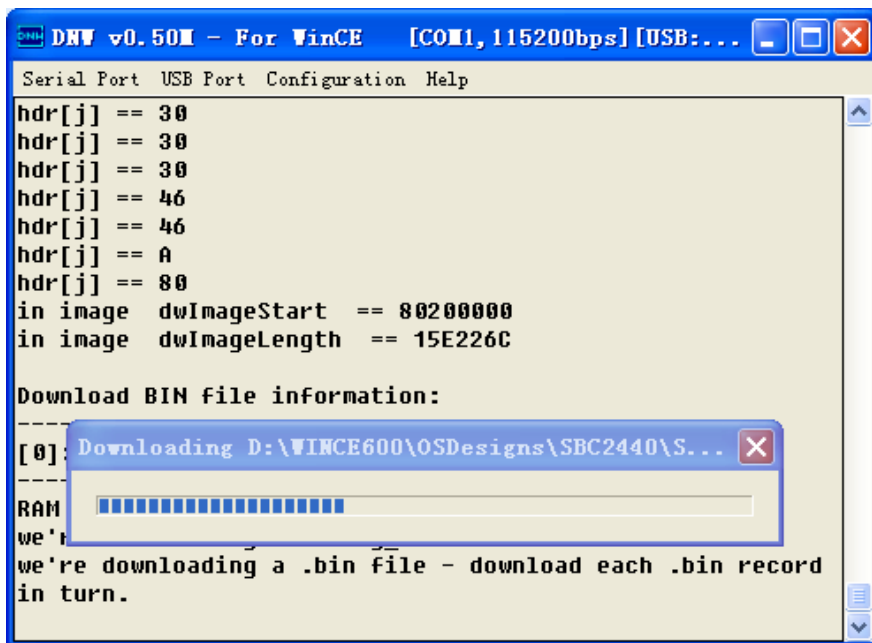

图4.12 通过USB下载NK.bin
9. 通过USB下载NK，整个过程需要大概1分钟，所需时间跟开发平台PC机的配置有关（如图4.12所示）。